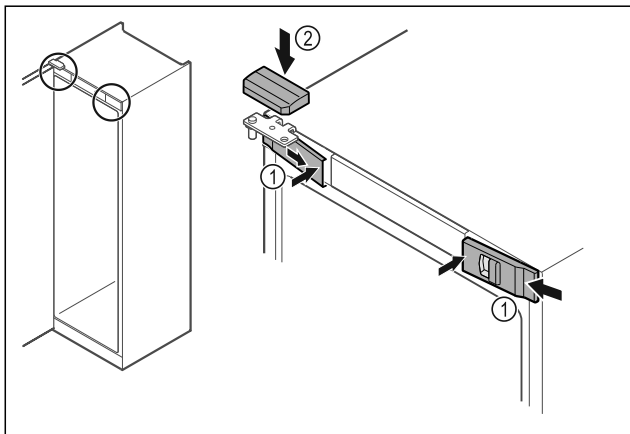

Fig. 45
- Skyv de fremre dekslene Fig. 45 (1) inn på siden, og smekk dem på plass på innsiden.
- Smekk det øvre dekselet Fig. 45 (2) på plass ovenfra.